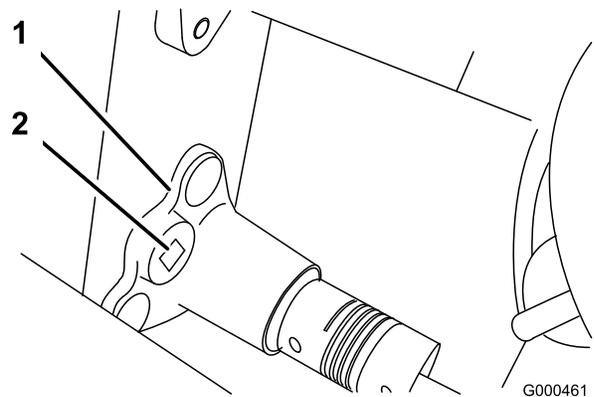

Bild 44
- B. Drehen Sie das Lagergehäuse mit einem 3/8-Zoll-Drehmomentschlüssel mit $3,9$ bis $4,5$ Nm an, um die Riemenspannung einzustellen (Bild 44).